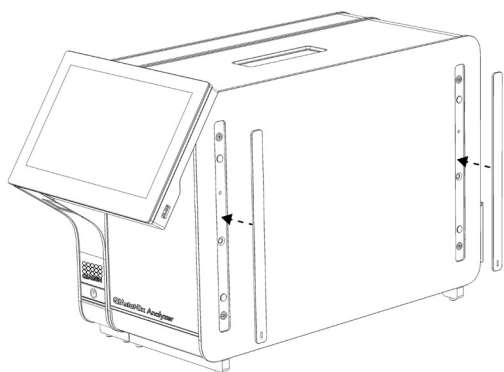

図 7. 保護カバーを再度取り付ける。
- 分析モジュールの側面に保護カバーを再度取り付けます (図 7)。